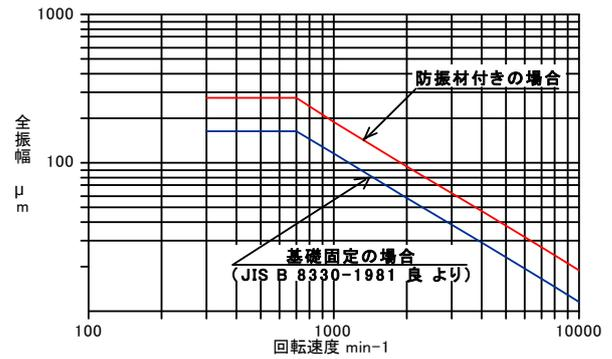

図 11 振動状態の参考判定基準
- (2) 軸受許容温度は、一般的には室温+40℃以下かつ80℃以下です。温度が軸受許容温度を超えている場合は、運転を停止してご点検ください。
- (3) 軸受箱の音や振動は、運転開始数日後の状態を基準として、判断してください。
- (4) ファンが正常で、据付、ダクト配管工事が正しく施工されている場合の振動の基準値を図11に示します。